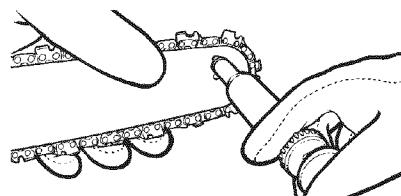

Fig. 50
- Inserte la punta de la pistola de lubricación (no se incluye) en el agujero de lubricación e inyecte grasa hasta que la misma salga por el borde exterior de la punta del piñón de la barra guía (Fig. 50).